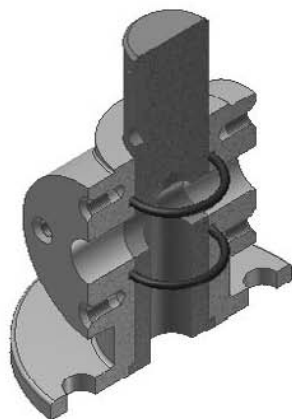

Рис. 9.49. Вставленная пробка
5. Вставьте пробку, наложив зависимости **Совмещение** центрального отверстия в корпусе и цилиндрической поверхности пробки, **Совмещение** буртика пробки с углублением под него в корпусе и **Совмещение** бокового отверстия корпуса и поперечного отверстия пробки (рис. 9.49).